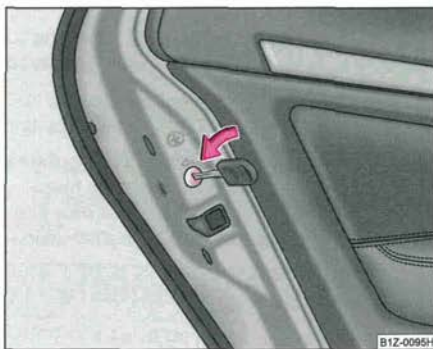

Fig. 26 Protection pour les enfants dans les portes arrière
- Tournez la fente dans la portière arrière dans le sens de la flèche au moyen de la clé du véhicule ⇒ fig. 26.